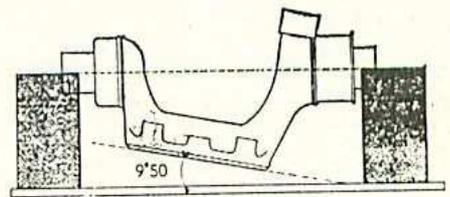

Fig. 73. — Vérification de l'alignement d'un axe de pivot (deuxième type)
- Faire reposer les deux axes du pivot sur des vés disposés sur marbre. Vérifier l'angle sur le plateau du pivot, à l'aide d'un rapporteur d'angle. Sa valeur par rapport à l'axe doit être de 9°50' (fig. 73).